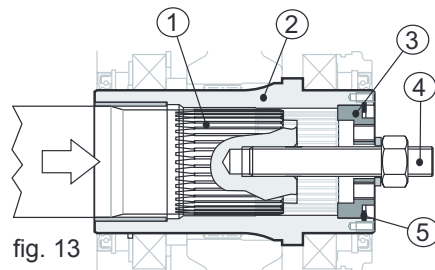

fig. 13
Insérer dans leur logement d'abord le fond (pos. 3), puis le seeger pour intérieurs (pos. 5), en bloquant le fond (pos. 3), à ce stade en vissant l'écrou de la barre filetée on place l'arbre de la machine en butée (voir fig. 13).